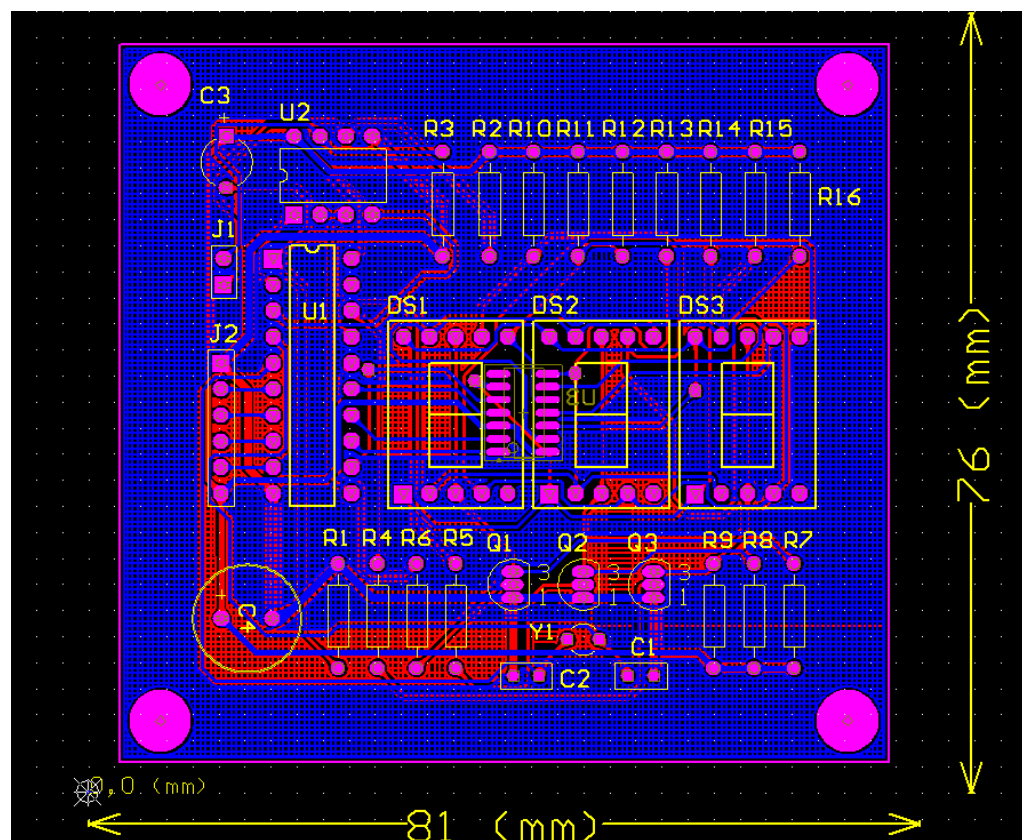

图12-13 CAM编辑环境
5.而对于其他选择项目用户采取默认值，不用去设置了，直接点OK按钮退出设置对话框，Altium Designer则开始自动生成Gerber文件，并且同时进入CAM 编辑环境（图12-13），显示出用户刚才所生成的Gerber文件。